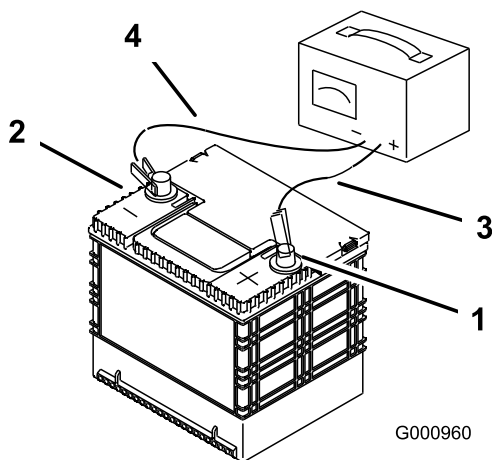

Figura 58
2. Quando la batteria è completamente carica, staccate il caricabatterie dalla presa elettrica e scollegate i cavi di ricarica dai poli della batteria (Figura 58).